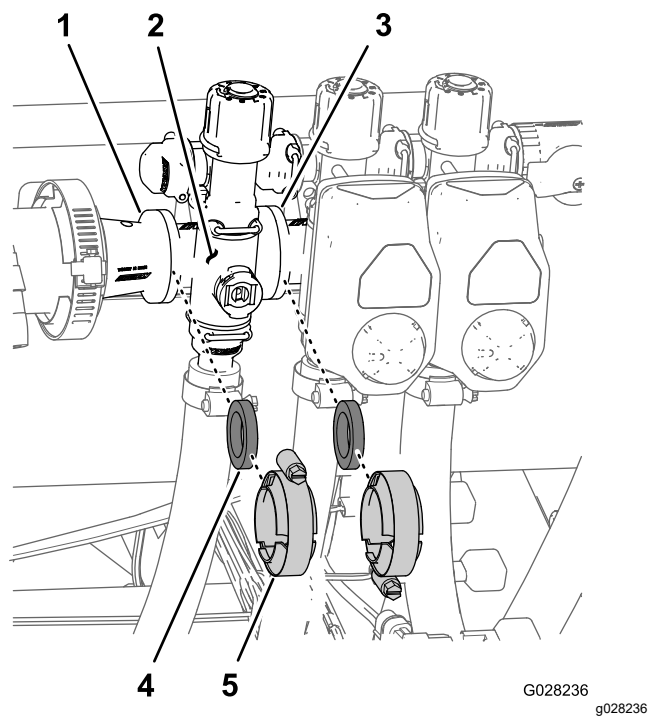

Figure 119
- Déposez les colliers et les joints qui fixent le collecteur de la vanne de section (Figure 119) à la vanne de section adjacente (s'il s'agit de la vanne de section gauche, et accouplement réducteur).